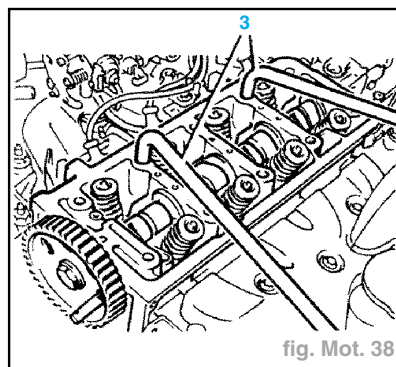

fig. Mot. 38
- Basculer et découper la culasse à l'aide des leviers (3) (fig. Mot. 38).